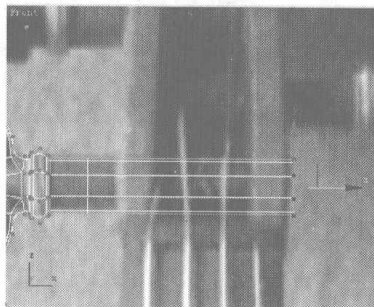
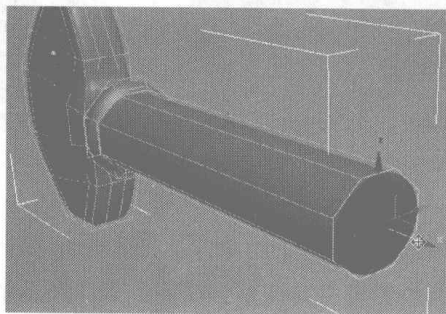
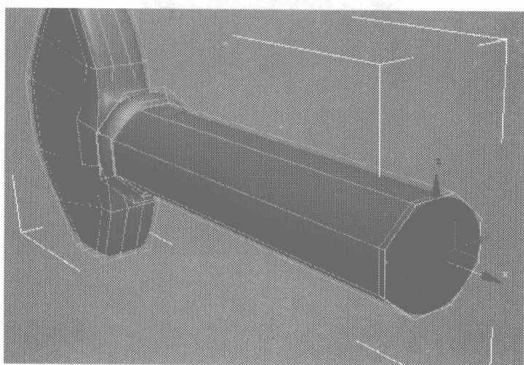
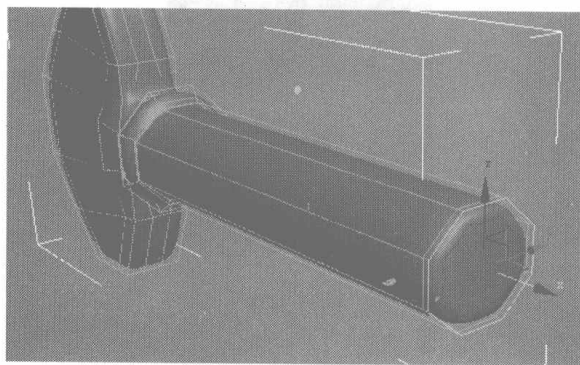

图 5.355
图 5.356
图 5.357
图 5.358
- 07** 调整模型上的点到如图 5.355 所示的位置。选择如图 5.356 所示的曲线，按住 Shift 键向外拖动，复制出一个边沿，如图 5.357 所示，单击 **Cap** 按钮，添加面，如图 5.358 所示。